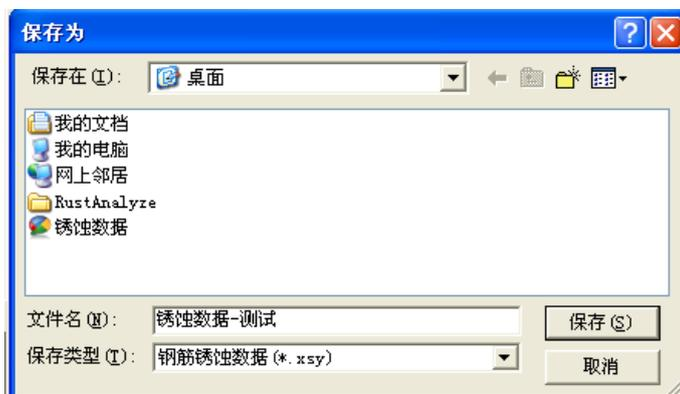

图 4-11 另存为
3. 选择保存：将当前处理的结果中选中的测区保存成新的构件文件。如图 4-11 所示。从保存在框中选取要保存文件所在的文件夹，在文件名框中输入文件名后按保存，即可将文件保存。